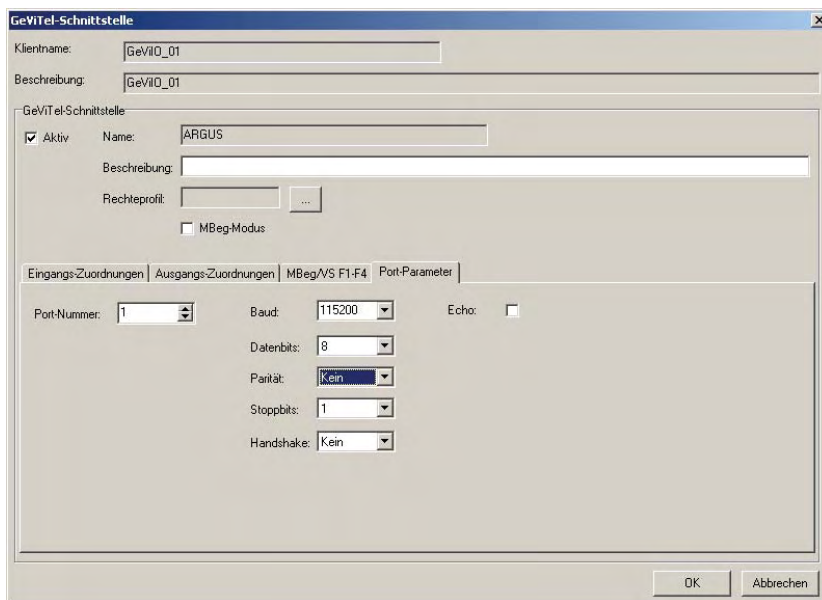

Abbildung 8-9: Port-Parameter
- Nachdem der Videoeingang hinzugefügt wurde, wechseln Sie auf die Seite „Port-Parameter“. (Abbildung 8-9). Auf dieser Seite werden die Schnittstellen-Parameter für ARGUS angegeben. Werkseitig sind dies 115200 Baud, 8 Datenbits, keine Parität, 1 Stoppbit, kein Handshake.